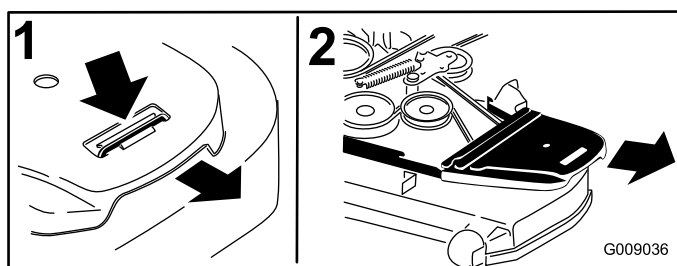

Figure 81
4. Retirez les couvercles de courroie (Figure 81).